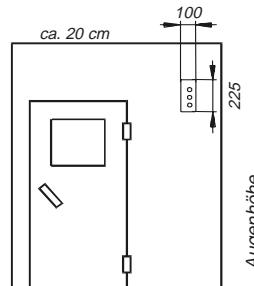

Abb. 2
- Das Steuergerät wird teilweise in der Kabinenwand versenkt. Hierzu muss in den äußersten Profilbrettern eine Rechtecköffnung von 225 x 100 (Höhe x Breite) eingebracht werden (Abb.2). Nach oben sollte die Kabinenkonstruktion eine Durchführung für Anschluss- und Verbindungsleitungen ermöglichen.